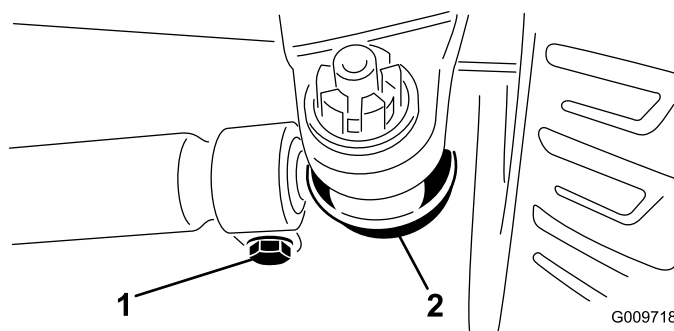

Figura 98
3. Para ajustar la convergencia, retire la chaveta y la tuerca de cualquiera de las rótulas de la biela (Figura 98).
5. Afloje las abrazaderas en ambos extremos de las bielas (Figura 98).
6. Gire la rótula retirada una (1) vuelta completa hacia dentro o hacia fuera.